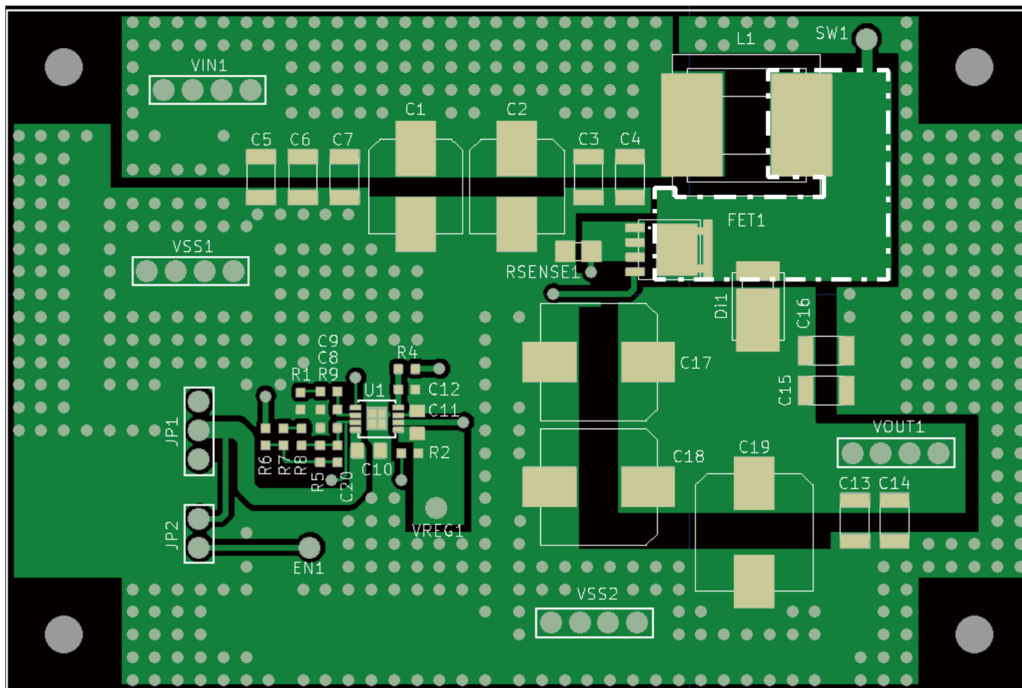
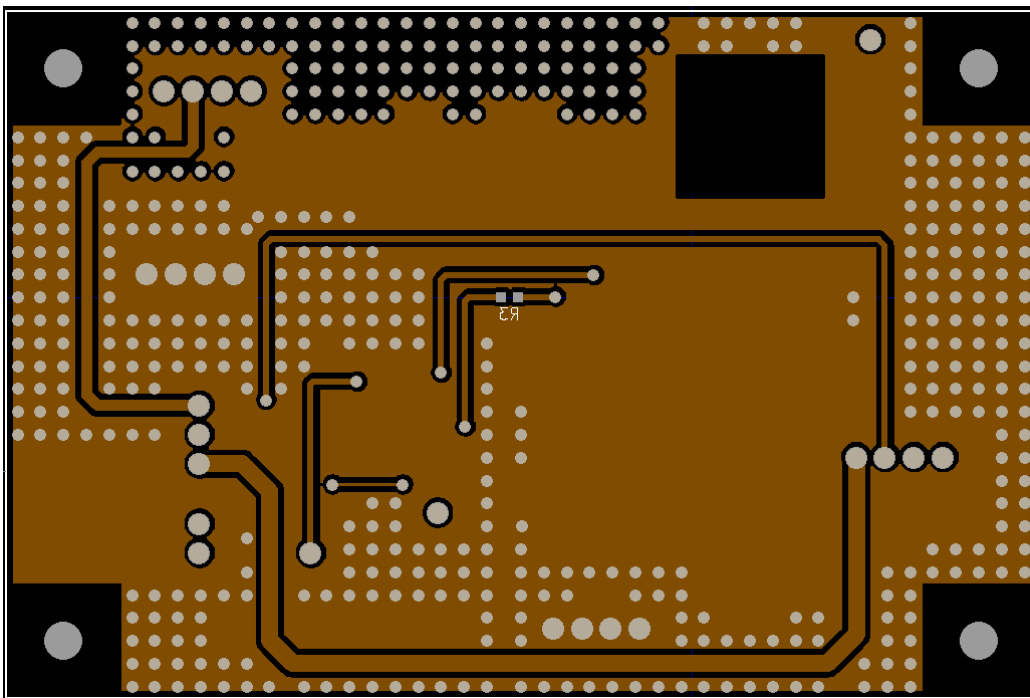

图5 表层 (第一层)
图8 底层 (第四层)
针对图4的应用电路，本公司制作的基板为4层，全层如图5 ~ 图8所示。
- 为了降低诱导性高频噪声，请尽量缩小SW的布线面积 ("图5 表层 (第一层)" 的点线所示区域)。
- 为了避免涡流的损耗，请去除电感器 (L) 背面的全部铜箔。